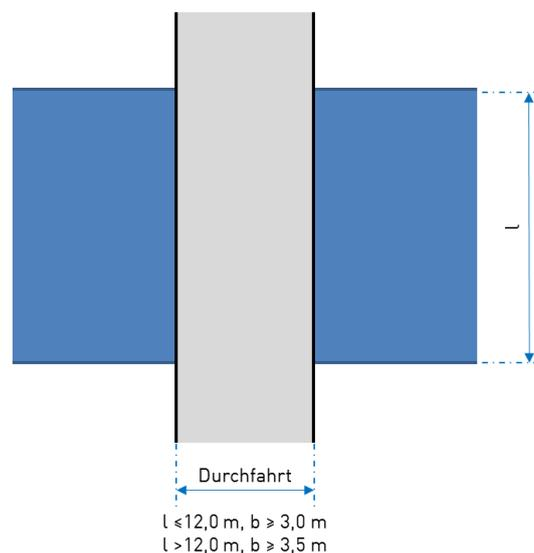

Bild 5 – begrenzte Zufahrt
- 2.7 Wird eine Zufahrt auf einer Länge von mehr als 12,0 m beidseitig durch Bauteile begrenzt (Bild 5), so muss die Zufahrt eine lichte Breite von mindestens 3,5 m betragen.